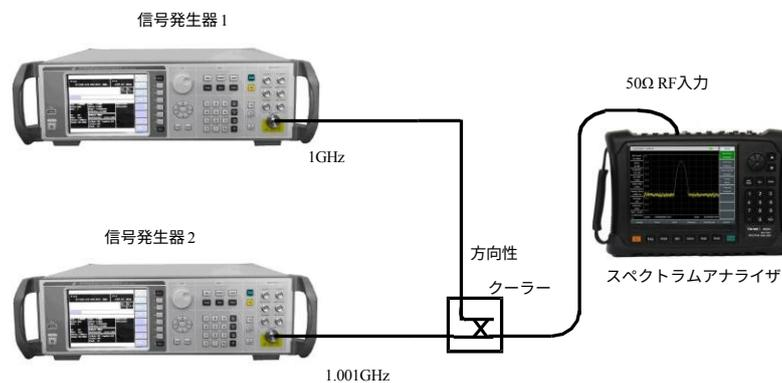

図4-5 第三次IM歪み測定システムの接続図
a) 図4-5に示すように、測定対象機器をスペクトラムアナライザに接続します。